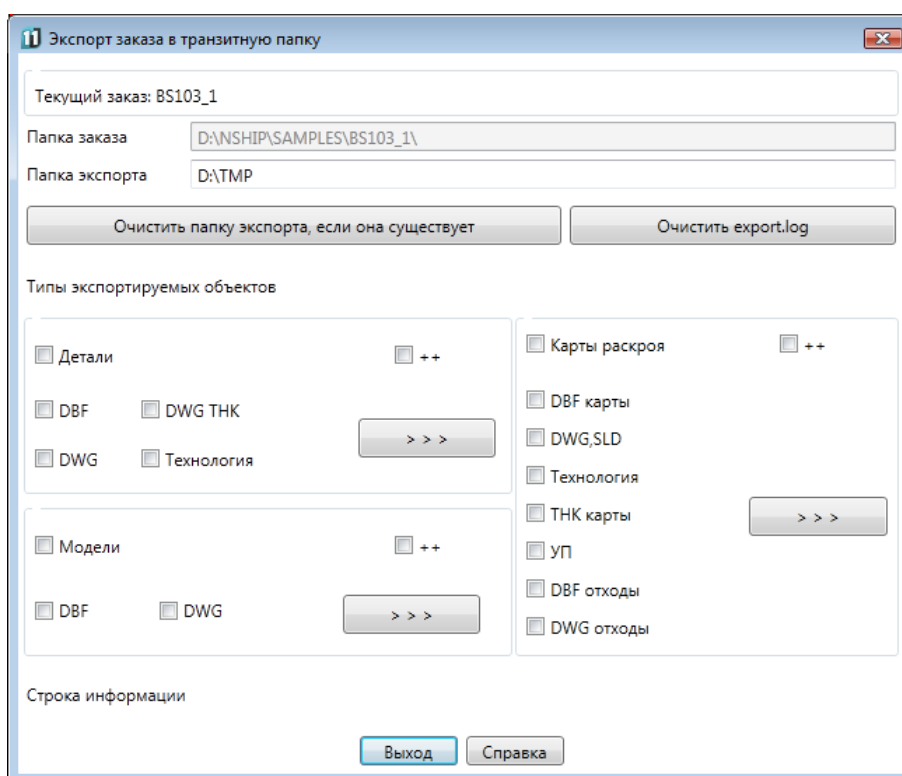

Рисунок 45. Диалоговое окно **Экспорт заказа в транзитную папку**
Команда **Экспорт** открывает диалоговое окно **Экспорт заказа в транзитную папку** (рис. 45).
- область **Опции экспорта** — отражает типы экспортируемых объектов, выбранные в окне **Экспорт заказа в транзитную папку** (см. рис. 45);